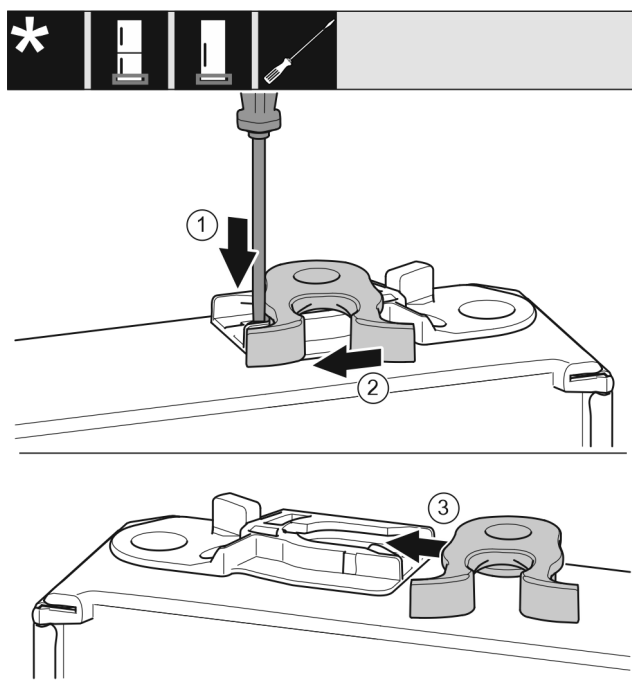

Fig. 16
- ▶ Tryk lasken ned med den flade skruetrækker. Fig. 16 (1)
- ▶ Træk låsekroge ud af føringen. Fig. 16 (2)
- ▶ Skub lukkeanordningen ind i føringen i den anden side. Fig. 16 (3)